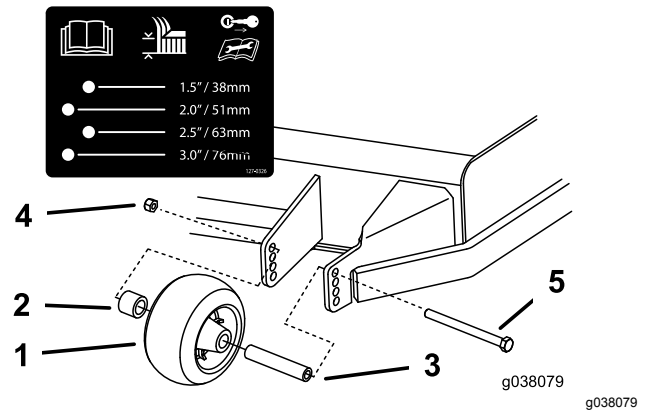
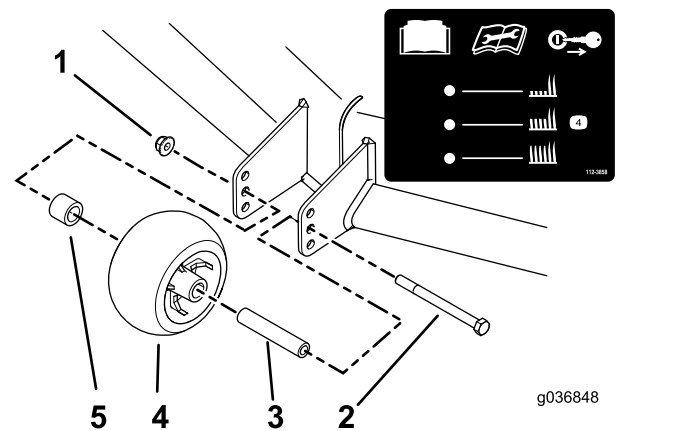

Figure 36
Figure 37
3. Réglez les galets anti-scalp comme montré à la **Figure 36** ou **Figure 37**.